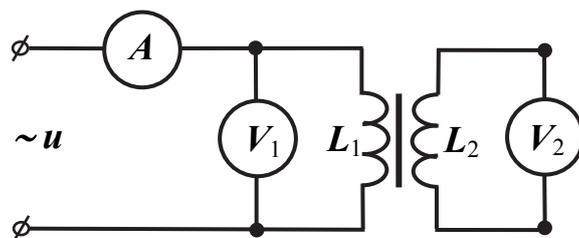

Рис. 21.2
3. Собрать электрическую схему трансформатора (рис. 21.2).